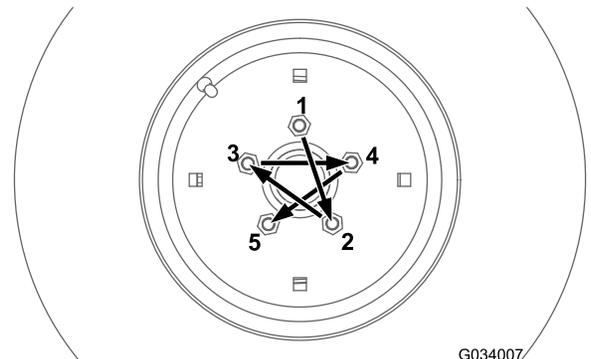
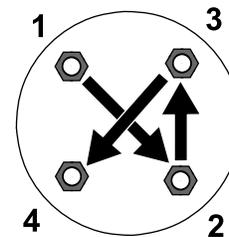

Figura 65
Figura 66
Apriete las tuercas de las ruedas delanteras y traseras (máquinas con tracción a 4 ruedas solamente) al par especificado usando el patrón ilustrado en la Figura 65 y la Figura 66.
- Ruedas delanteras: consulte Figura 65
- Ruedas traseras (máquinas con tracción a 4 ruedas solamente): consulte Figura 66